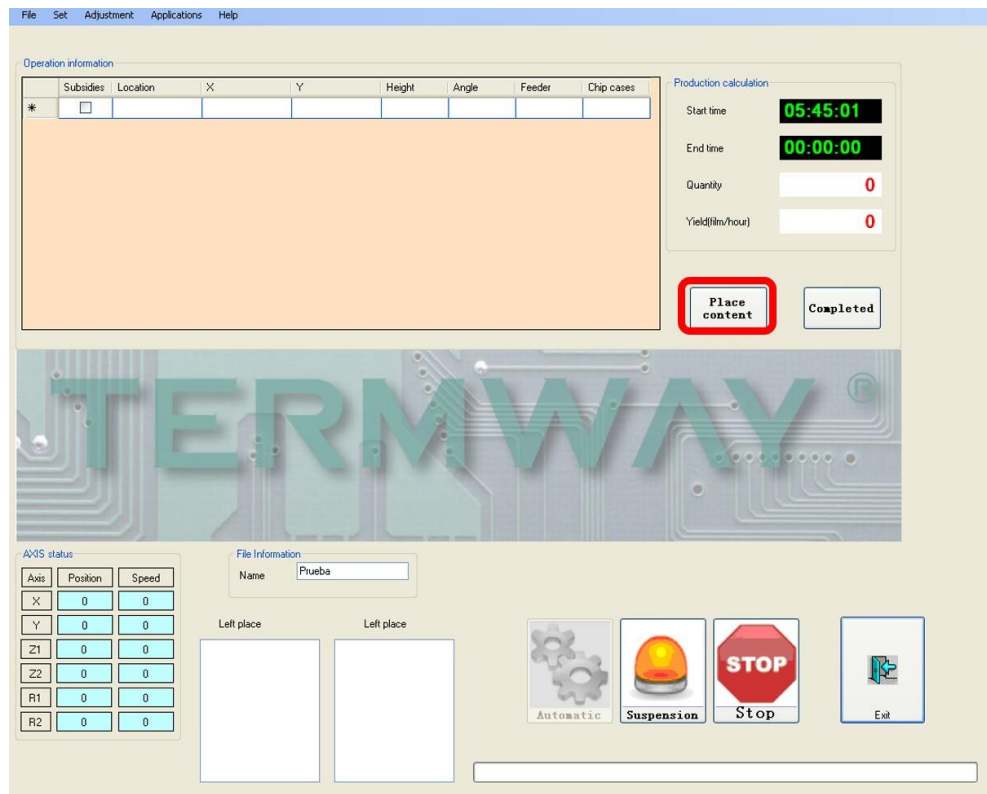

Figura 46. Ventana de principal señalando el botón **Place Content**.
27. En la pantalla principal pulse el botón **place content** (información de descargar) como se señala el recuadro rojo en la figura 46.